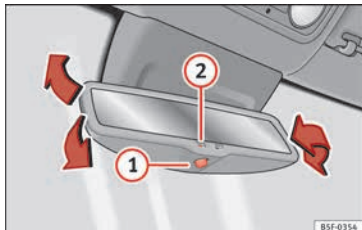

Abb. 24 Automatisch abblendbarer Innenspiegel* für die Abblendposition
Automatische Abblendung aktivieren: Drücken Sie die Taste ① » Abb. 24. Die Kontrollleuchte ② leuchtet auf und der Spiegel wird bei Lichteinfall abgeblendet.